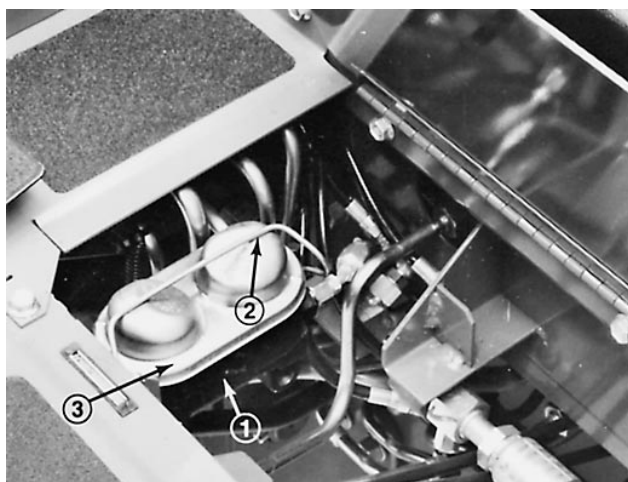

Figure 54
2. Enlever la poignée du couvercle et déposer le couvercle du maître cylindre (Fig. 54).